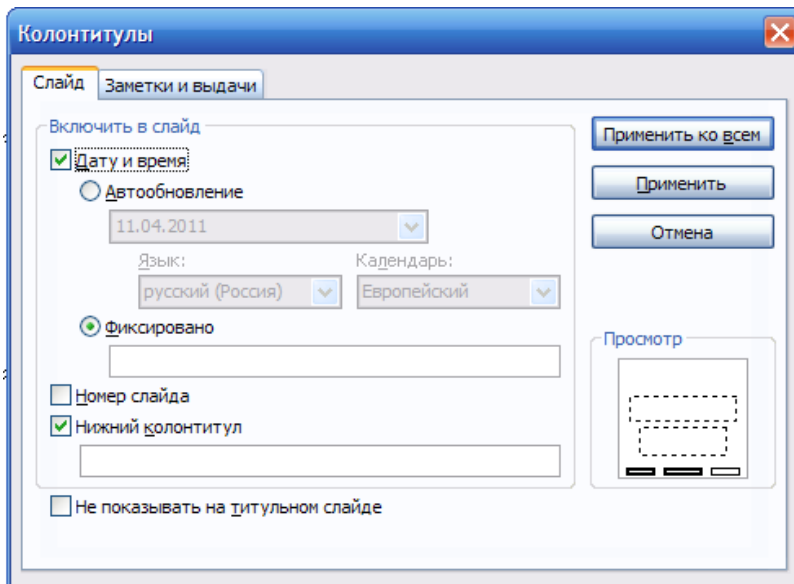

Рис. 3. Діалогове вікно Колонтитули
1. Виберіть команду **Вигляд - Колонтитули (View - Header and Footer)**. На екрані з'явиться діалогове вікно Колонтитули рис. 3). (Якщо необхідно, перейдіть на вкладку Слайд (**Slide**), щоб отримати доступ до параметрів колонтитулів слайду)